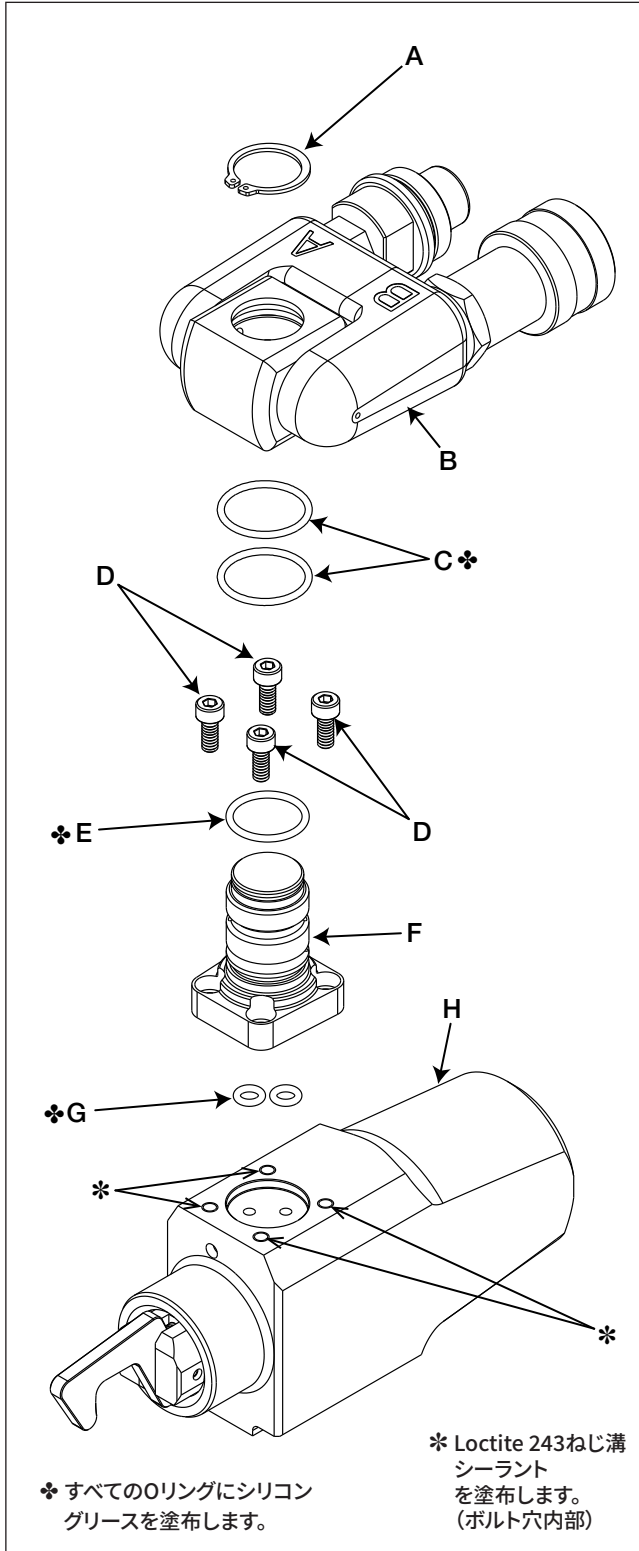
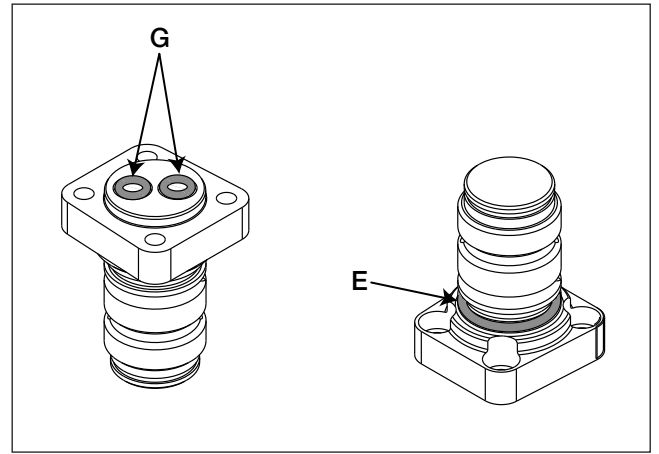
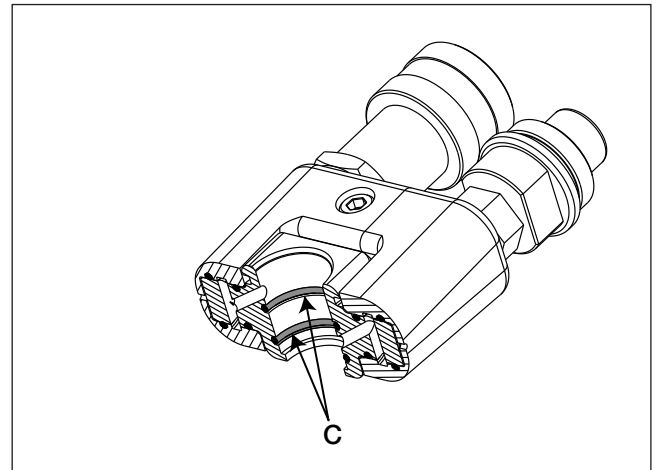
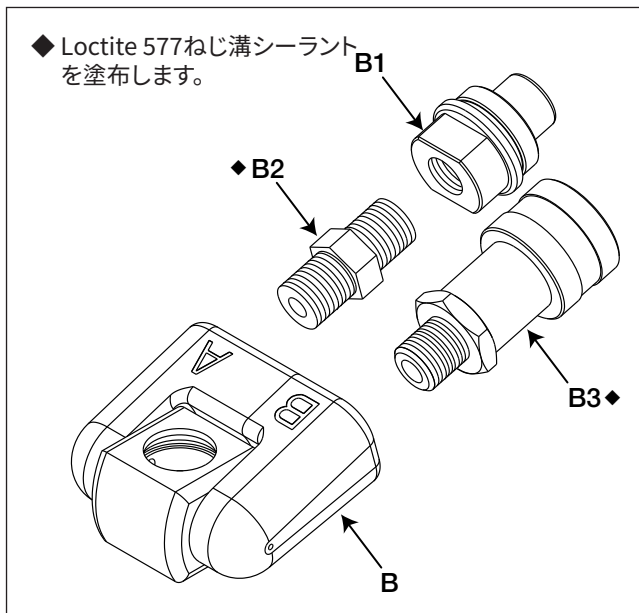

図1 展開図 - TSP300プロシリーズスイベル
図2 Oリングの取り付け、スイベルポスト
図3 Oリングの取り付け、スイベルマニホールドブロック
図4 油圧カップリングの交換
以下の手順では、図1、図2、図3を参照してください。古い部品を廃棄し、図のようにキットに同梱の新品部品と交換します。
- 4. スイベルポストを固定しているソケットヘッドキャップねじ (D) がしっかりと締め付けられていることを確認します。トルク値についてはセクション5.0、手順6を参照してください。
- 5. 古いOリング (E) をスイベルポスト (F) から取り外し、キットに同梱の新品のOリング (E) と交換します。Oリングにシリコングリースを塗布してから、取り付けます。位置については図2を参照してください。
6. キットに同梱の新品のOリング (C) 2枚を、スイベルマニホールブロックの溝に取り付けます。Oリングにシリコングリースを塗布してから、取り付けます。位置については図3を参照してください。
7. 取り付け後、すべてのOリングにシリコングリースを少量、追加で塗布します。新品のTSPスイベルアッセンブリ (B) をスイベルポスト (F) にスライドさせて慎重に入れます。
8. 同梱の新品のサークリップ固定リング (A) をスイベルポスト (A) に取り付けます。
以下の手順では、図1、図2、図3を参照してください。
1. 実施していない場合、以下の手順を行う。サークリップ固定リング (A) をスイベルポスト (F) 最上部から取り外します。ドライバーをペアで使用し、古いスイベルアッセンブリ (B) をスイベルポスト (F) から静かにこじり出します。
2. スイベルポスト (F) を固定しているソケットヘッドキャップねじ (D) 4本を取り外します。スイベルポスト (F) をドライブユニットまたはレンチハウジング (H) から静かにこじり出します。
3. ドライブユニットまたはレンチハウジング (H) の表面をすべてきれいに拭き取ります。次に、少量のLoctite 243ねじ溝シーラントをドライブユニットまたはレンチハウジング (H) のねじ式ボルト穴 (*) 4か所にそれぞれ塗布します。シーラントを油圧ポートに垂らさないように注意します。
4. 新品のOリング (G) 2枚を新品のスイベルポスト (F) のベース部分のポートに取り付けます。Oリングの位置については図2を参照してください。
5. 油圧ポートの位置が合うように注意しながら、新品のスイベルポスト (F) をドライブユニットまたはレンチハウジング (H) に置きます。Oリング (G) が落下したり、挟まったり、切断されたりしないように注意してください。
7. 同梱の新品のスイベルポストOリング (E) を取り付けます。Oリングにシリコングリースを塗布してから、取り付けます。位置については図2を参照してください。
以下に記載の手順で油圧カップリングを交換します。図1と図4を参照してください。
以下に記載の手順でスイベルアッセンブリを組み立てます。図1と図5を参照してください。